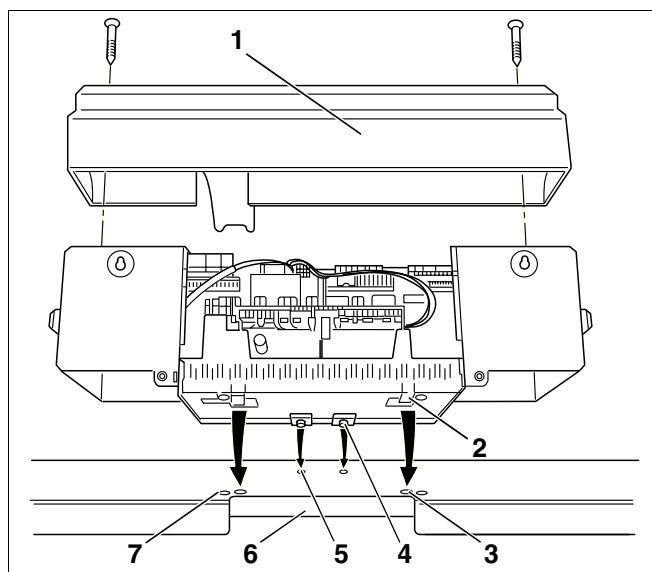
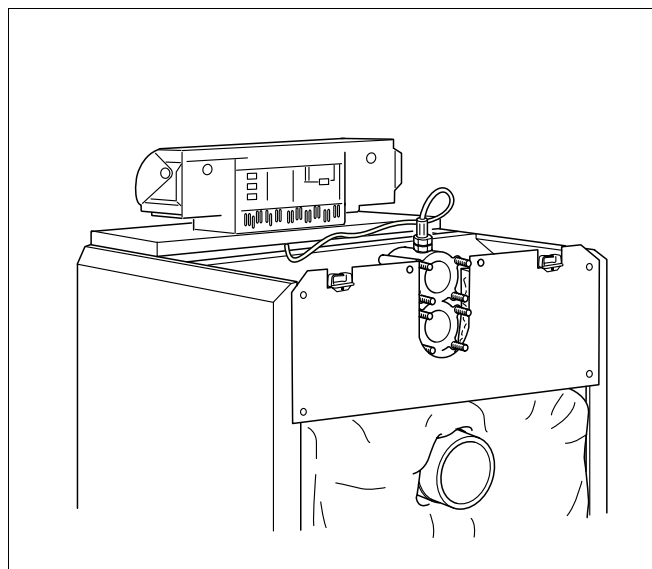

Рис. 43 Установка системы управления
Рис. 48 Котел с установленной системой управления
На рис. 43 изображен вид сзади системы управления и ее передней крышки.
- Ослабить два винта в крышке клеммной коробки (рис. 43, **поз. 1**) и снять ее, приподняв вверх.
- Установить систему управления. Вставить крюки (рис. 43, **поз. 4**) системы управления в овальные отверстия передней крышки котла (рис. 43, **поз. 5**). Систему управления сдвинуть вперед и затем откинуть назад. Эластичные крюки (рис. 43, **поз. 2**) должны войти сзади в прямоугольные отверстия передней крышки котла (рис. 43, **поз. 3**).
- Цоколь системы управления закрепить двумя саморезами (рис. 43, **поз. 7**) к передней крышке котла справа и слева от ввода кабеля (рис. 43, **поз. 6**).
- Крышку клеммной коробки (рис. 43, **поз. 1**) снова закрепить двумя саморезами на цоколе системы управления (рис. 48).